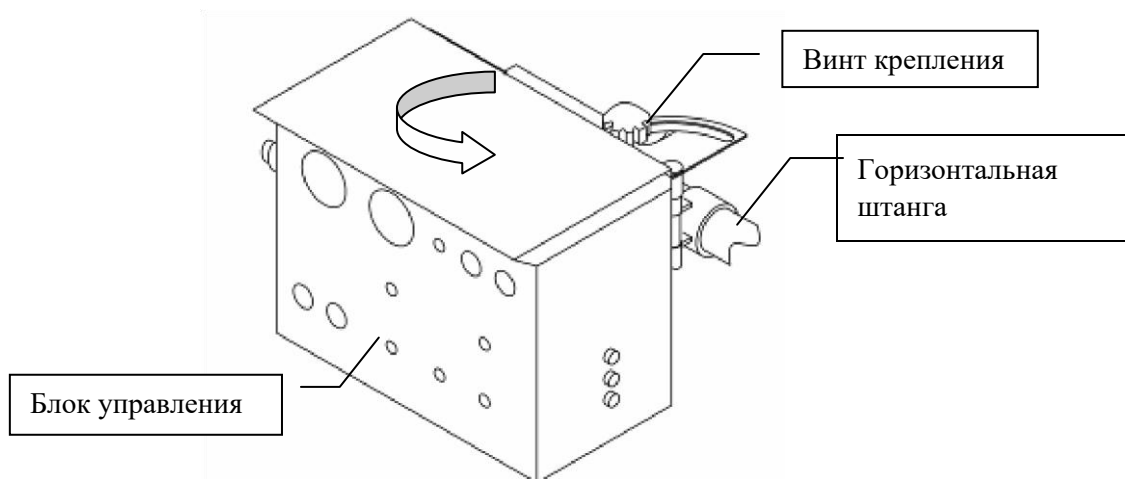

Рисунок 8: Установка блока управления
10. Регулировка установки блока управления (см. Рисунок 8)